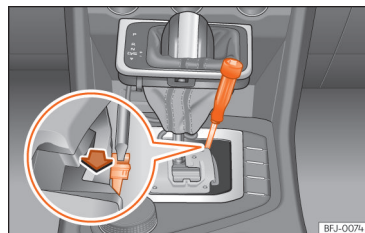

Рис. 127 Важіль селектора: аварійне розблокування в положенні P.
- Пласкою викруткою натисніть жовтий фіксатор убік і тримайте >>> **рис. 127**.